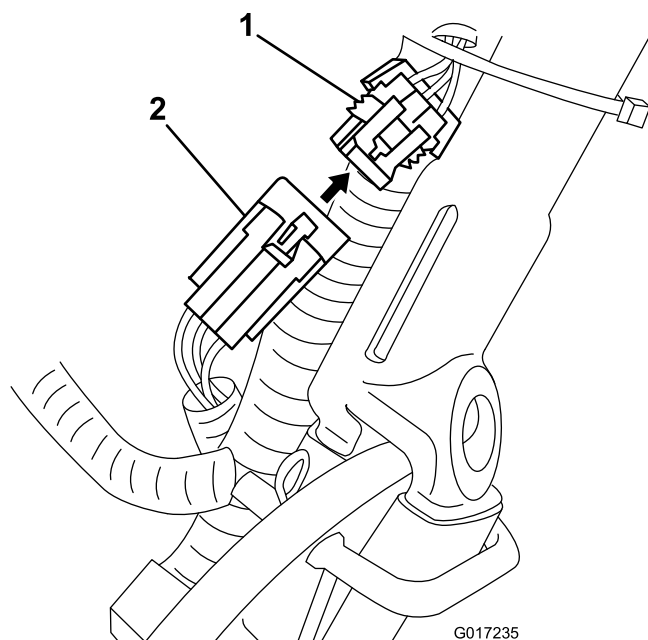

Figura 15
14. Posizionate il pacco sul cablaggio della macchina sotto e dietro il cablaggio principale sul lato sinistro della macchina e collegate il connettore piccolo a 6 poli sul cablaggio con il connettore corrispondente sul cablaggio principale, come mostrato in Figura 15